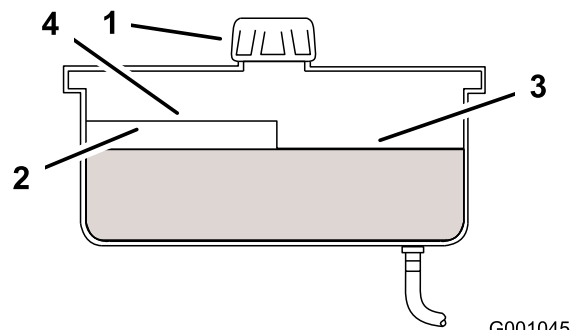

Figura 68
2. Limpie alrededor del cuello de llenado del depósito de aceite hidráulico (Figura 68).
3. Retire el tapón del cuello de llenado. Mire dentro para ver si hay aceite en el depósito (Figura 68).
Nota: El nivel de aceite debe llegar a la parte superior del nivel caliente del tabique cuando el aceite está caliente (Figura 68).